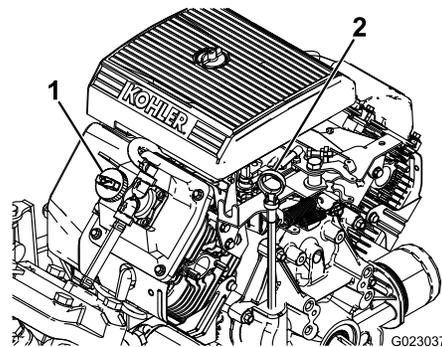

图 42
2. 取出量油尺用干净的抹布擦拭图 42。将量油尺插入量油尺管道中、并确保它完全插入。取出量油尺并检查机油油位。
3. 如果机油油位较低请从气门室盖图 42 上拆下加油颈盖从开口处注入机油直至油位达到量油尺上的“已满”标记。在此过程中应缓慢添加机油并不时检查油位。切勿过量添加机油。
8. 慢慢从加油颈 (图 42) 注入规定油量的大约 80%。